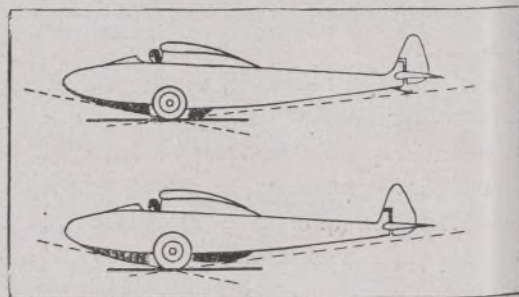

Fig 1.^a
4.^a Se recomienda, desde los principios del aprendizaje, emplear un aparato con tren de aterrizaje (dos ruedas) a la altura del centro de gravedad. Es necesario igualmente que el tren de aterrizaje lleve un patín central, tanto adelante como atrás de las ruedas, para impedir el capotaje (fig. 1). El tren de aterrizaje de dos